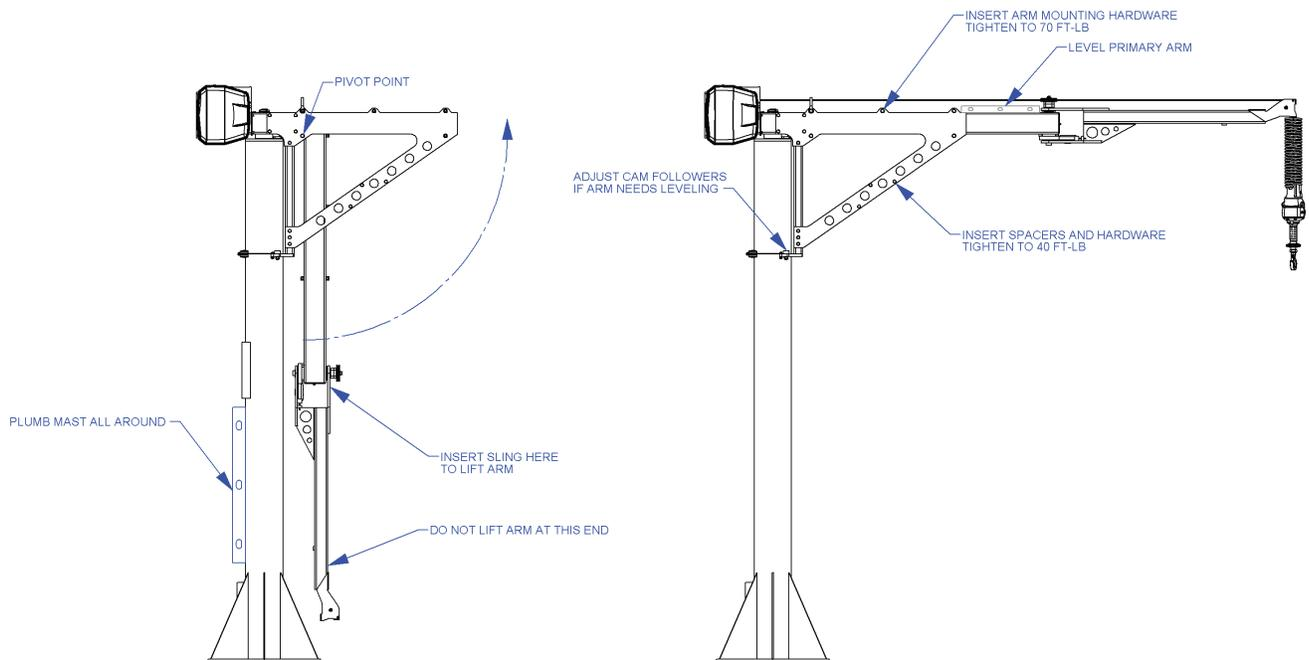

Fig. 3G. Messa a piombo del montante.
- B) Appoggiare una livella contro il montante (**fig. 3G**).